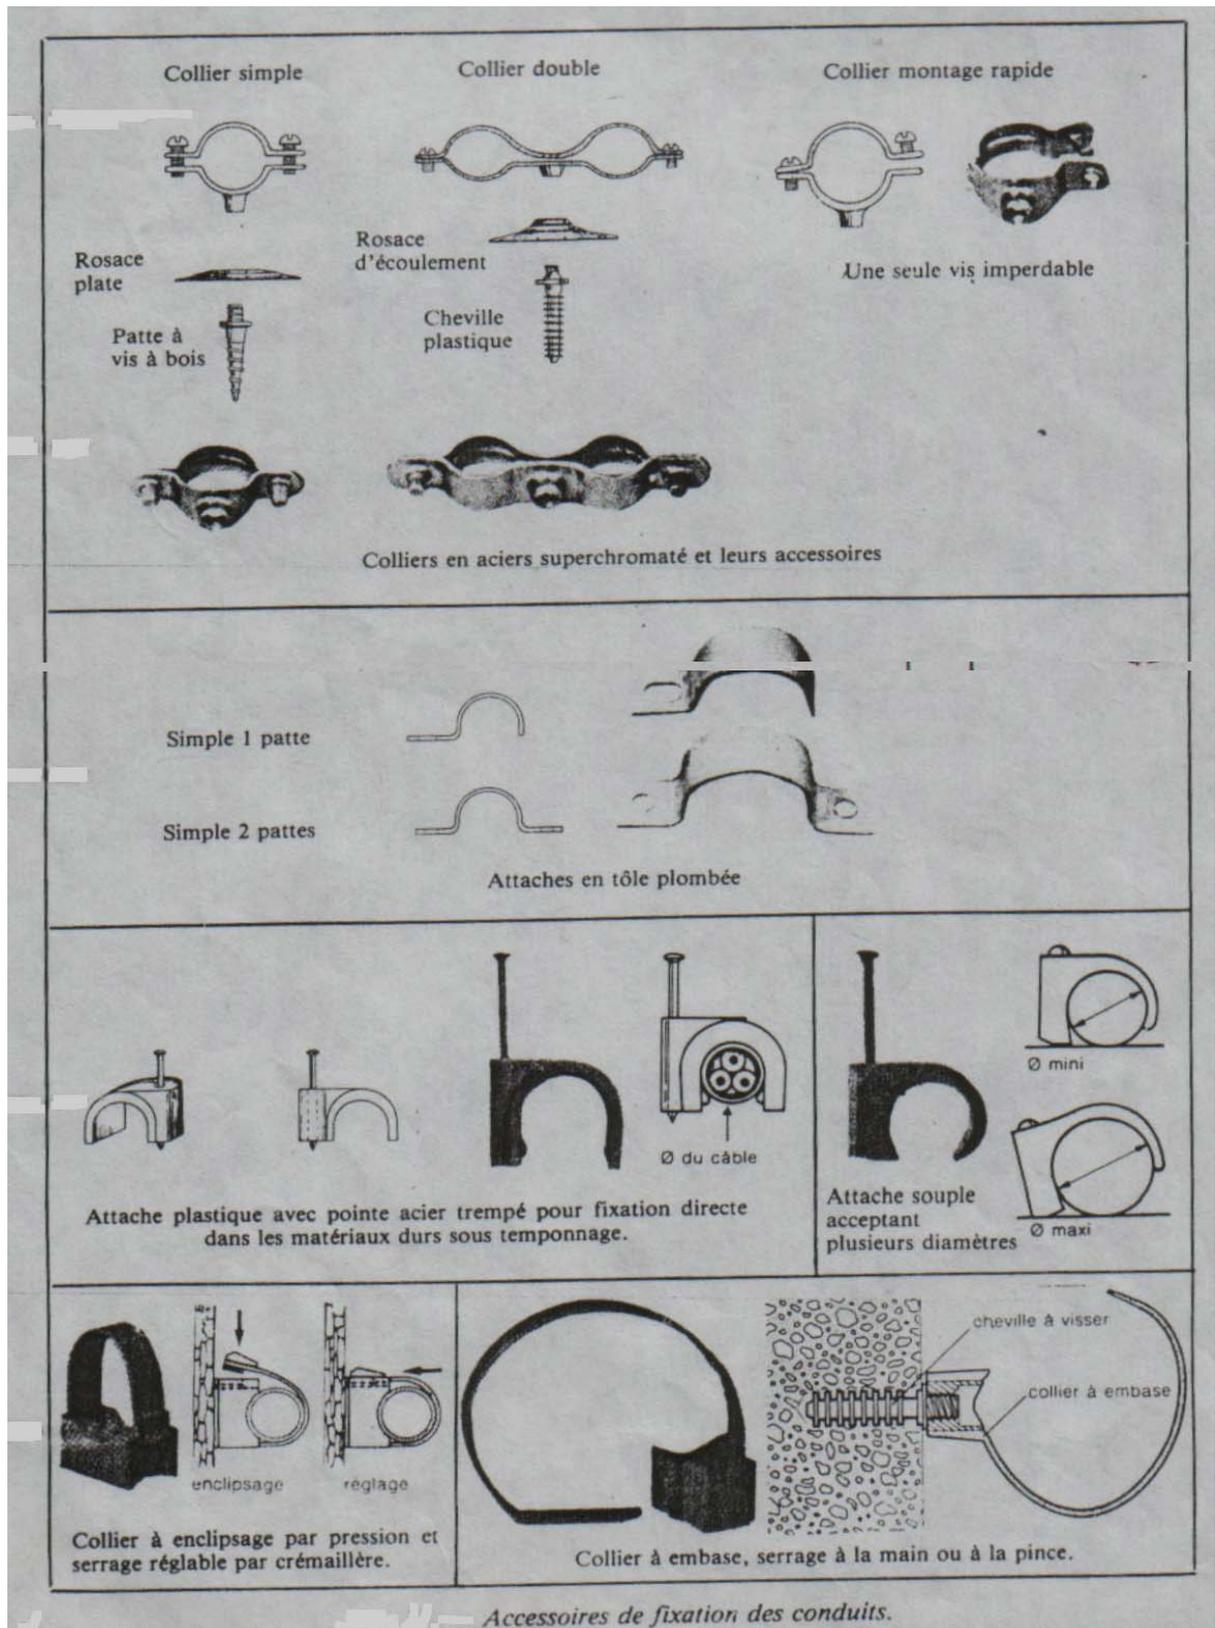

Figure 7.6 - Accessoires de fixation
- Accessoires de fixation (voir figure 7.6)